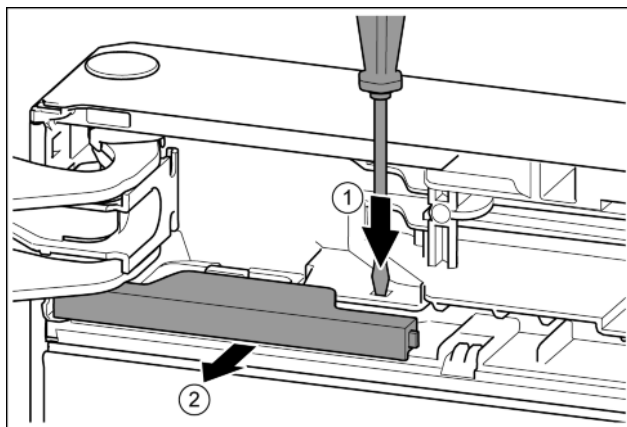

Fig. 10
- Plochým šroubovákem lamelu přitlačte. Fig. 10 (1)
- Kryt vytáhněte ze zářezky. Fig. 10 (2)